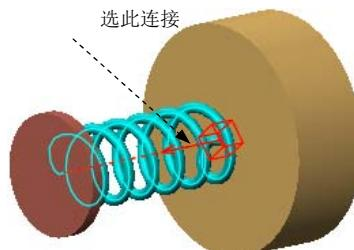

图 5.5.5 选取参考对象
(1) 选择命令。单击 **插入** 区域中的“伺服电动机”按钮 ，系统弹出“伺服电动机定义”对话框。
(2) 选取参考对象。选取图 5.5.5 所示的连接为参考对象。
(3) 设置轮廓参数。单击“伺服电动机定义”对话框中的 **轮廓** 选项卡，在“定义运动轴设置”按钮  右侧的下拉列表中选择 **位置** 选项，在“模”下拉列表中选择 **余弦** 选项，设